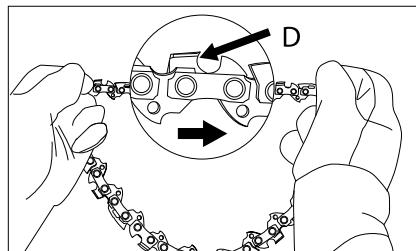

Рис. 7
- Расстелите цепь в круг, направив режущие кромки (D) в соответствии с указателями на защитной крышке и нашине бензопилы (рис. 7).